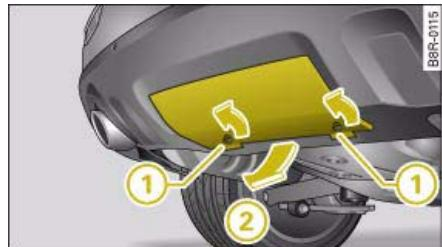

Fig. 199 Zona del parachoques trasero: Retirar la cubierta del parachoques
- Una vez haya desacoplado el remolque, encaje de nuevo la caperuza guardapolvo ④ en su sitio.
- Tire de la empuñadura ① en la dirección de la flecha. El dispositivo para remolque está desbloqueado y pivota hacia abajo. El diodo ② pasa de estar iluminado en color verde a parpadear en color rojo.
- Coloque la cubierta del parachoques \Rightarrow página 208, fig. 199 con los salientes por delante y gire los dos cierres 90°, de manera que la cubierta quede bien asegurada.